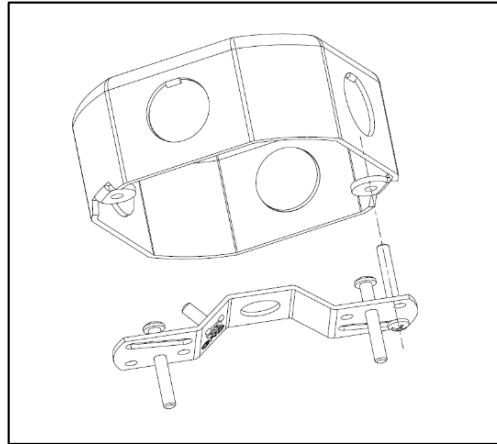
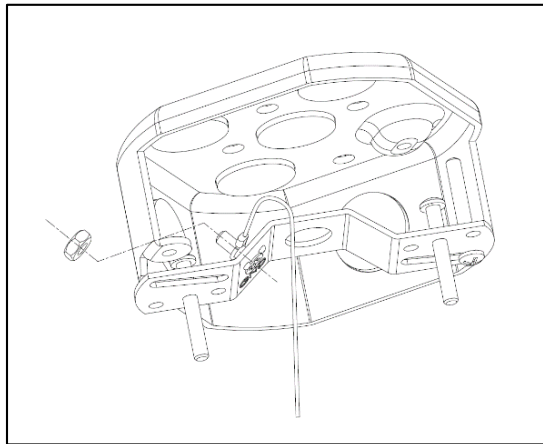

Figura 5
Figura 6
4. Utilice uno de los tornillos #8 suministrados para fijar el soporte de montaje empotrado al techo fijándolo a la caja de conexiones. Asegúrese de que los dos tornillos ajustables miran hacia el lado de la habitación (véase la *figura 5*). Conecte el extremo del pasacables a través del tornillo de 12 mm suministrado. Pase el pasacables por el extremo superior del tornillo de 12 mm y fije el pasacables con la tuerca suministrada apretando la tuerca en la parte superior del pasacables (véase la *figura 6*). Gire y alinee la ranura del soporte de montaje con el orificio de montaje de la caja de conexiones y, a continuación, utilice el otro tornillo #8 para fijar el soporte en su sitio (véase la *figura 7*).